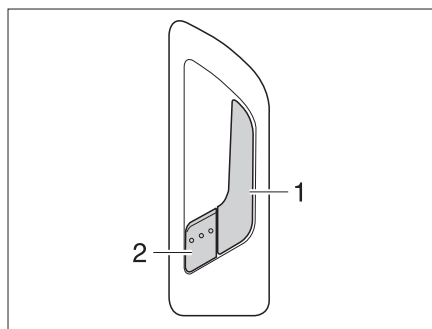

Fig. 34 Serrure de la porte cellule, à l'intérieur
- Tirer sur la poignée (Fig. 34,1). La serrure de la porte est déverrouillée. Le levier de sécurité (Fig. 34,2) ressort automatiquement.
- Appuyer sur le levier de sécurité (Fig. 34,2).